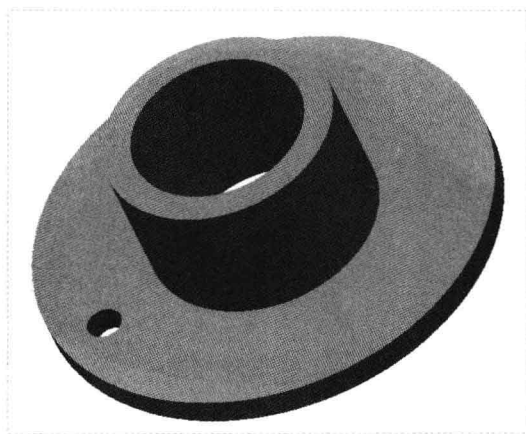

图 17-7 创建孔特征
Step 06 执行操作后，单击“应用并保存在工具中所做的所有更改，然后关闭工具操控板”按钮, 完成孔特征的创建，如图 17-7 所示。